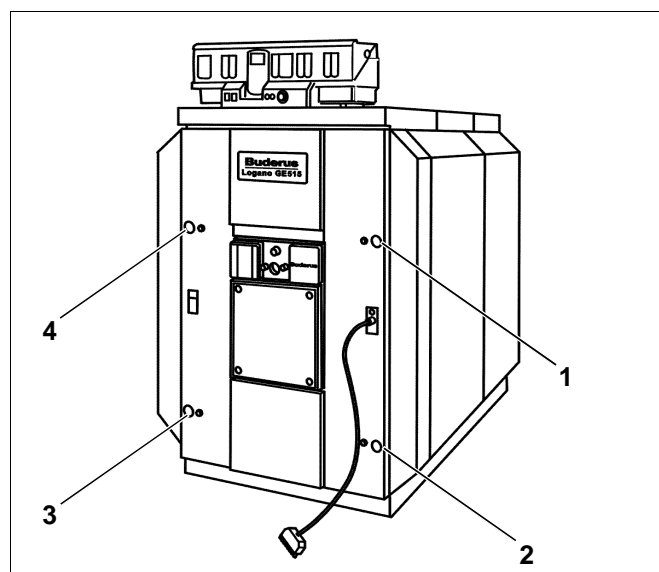

Fig. 65 Fissaggio della porta del bruciatore
- Staccare i quattro bulloni che servono per bloccare la porta del bruciatore all'elemento anteriore (fig. 65, pos. 1 - 4).